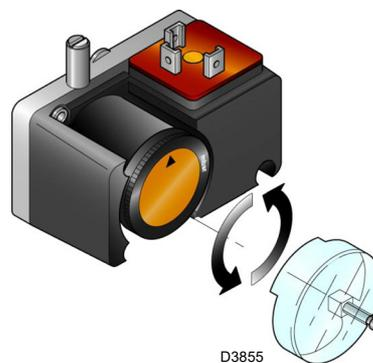

Fig. 31
- Régler le pressostat gaz minimum (Fig. 31 à la page 32) en début d'échelle.
Régler le pressostat gaz minimum (Fig. 31) après tous les autres réglages du brûleur avec le pressostat réglé au début d'échelle.